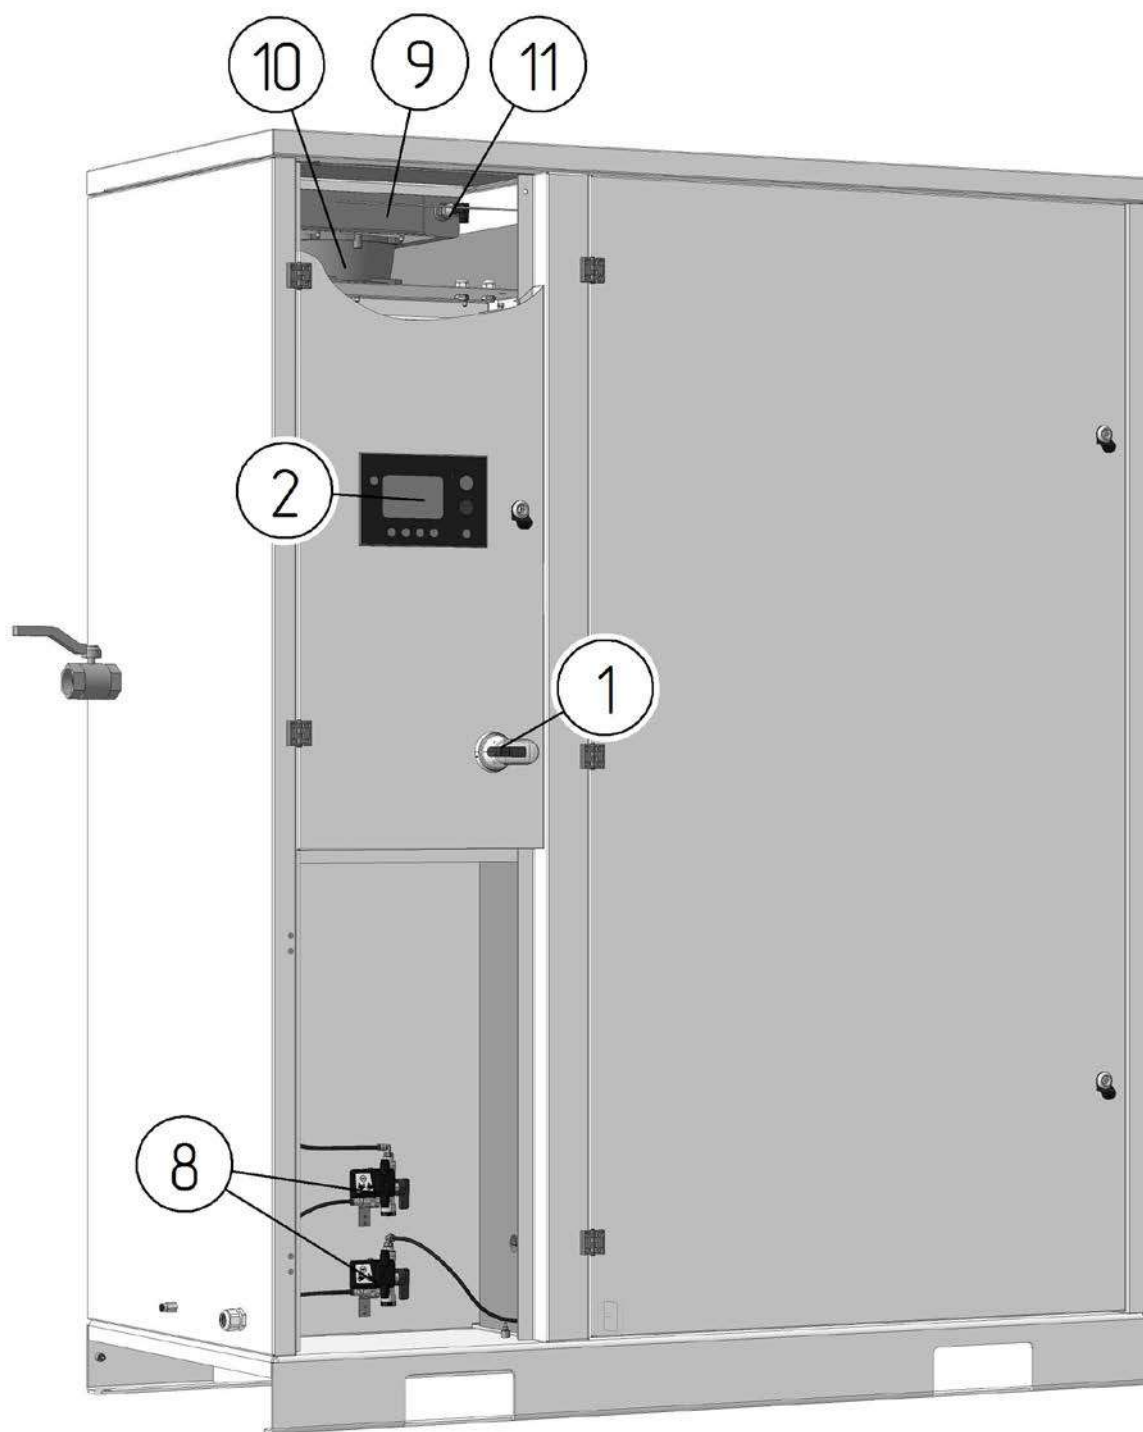
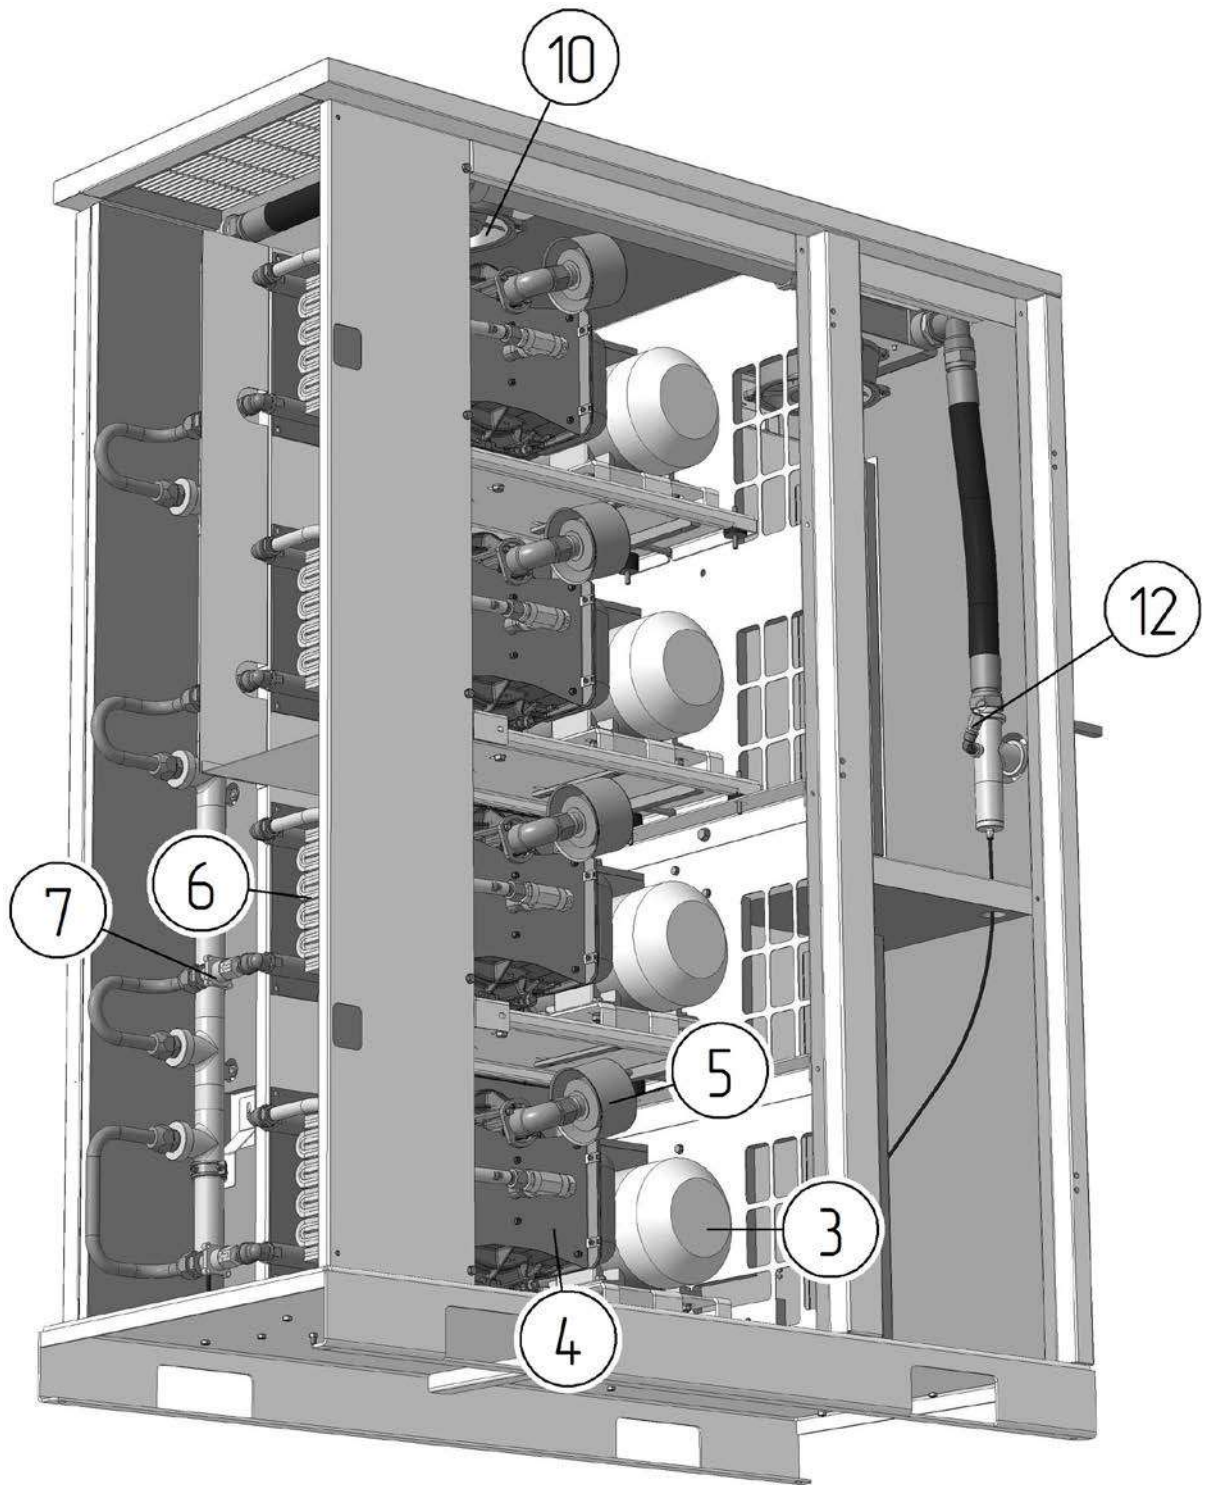

Рисунок 1
Рисунок 2
Основные узлы и компоненты установки (рис.1, рис.2):
- 1 - **Вводный выключатель** (рис.1) предназначен для включения установки в электрическую сеть, а также для аварийного выключения.
- 2 - **Электронный контроллер** (рис.1) предназначен для пуска, управления и контролирования работы установки.
- 3 - **Электродвигатели** (рис.2).
- 4 - **Спиральные блоки** (рис.2) предназначены для сжатия атмосферного воздуха.
- 5 - **Фильтры воздушные** (рис.2) предназначены для предотвращения попадания посторонних частиц на всасывании в спиральные блоки.
- 6 - **Радиаторы** предварительного охлаждения (рис.2) предназначены для охлаждения сжатого воздуха. Радиаторы охлаждаются потоками воздуха, которые нагнетаются вентиляторами, встроенными в спиральные блоки.
- 7 - **Обратные клапаны** (рис.2) предназначены для предотвращения возврата воздуха из пневмосети обратно в спиральные блоки, что может вывести их из строя.
- 8 - **Конденсатоотводчики** (рис.2) предназначены для вывода конденсата из пневмомагистрали установки.
- 9 - **Радиатор** общего потока (рис.2) предназначен для дополнительного охлаждения сжатого воздуха.
- 10 - **Вентиляторы** предназначены: один - для воздухообмена внутри корпуса установки (рис.2), другой - для обдува радиатора общего потока (рис.1).
- 11 - **Датчик давления** (рис.2) предназначен для определения значения давления в пневмосети.
- 12 - **Клапан предохранительный** (рис.2) защищает пневмосеть установки и спиральные блоки от превышения максимального рабочего давления.